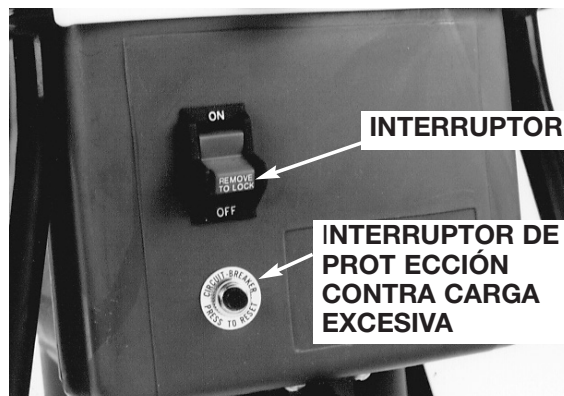

Fig. 8
3. Para parar la trizadora, pone el botón a la posición desconecta (Fig. 8)
Suelta los botones de cámbalo y quita el montaje de cubierta superior, luego quita los escombros atascados de la cámara de corte. Si el montaje de cubierta superior se pone atascado y no levanta, gira la V-cortadora por empujar una pieza de Madera a través de la vertedor trasero de la tolva superior girando la V-cortadora para que el montaje de cubierta superior sea quitado. Reajusta el botón protector de sobrecarga. (Fig. 8)